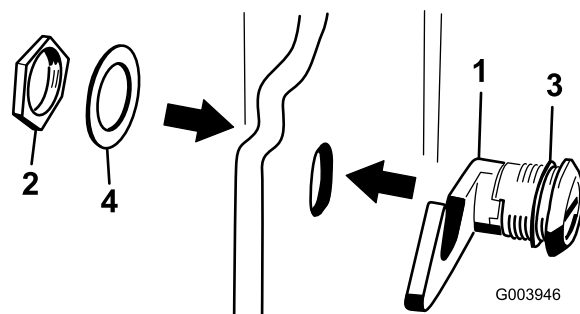

Figura 6
3. Scoateți piulia din ansamblul clichet capotă (Figura 6).
4. Pe exteriorul capotei, introduceți capătul cârligului clichetului prin orificiul din capotă i asigurați-vă că aiba de etanare din cauciuc rămâne pe partea exterioară a capotei (Figura 6).